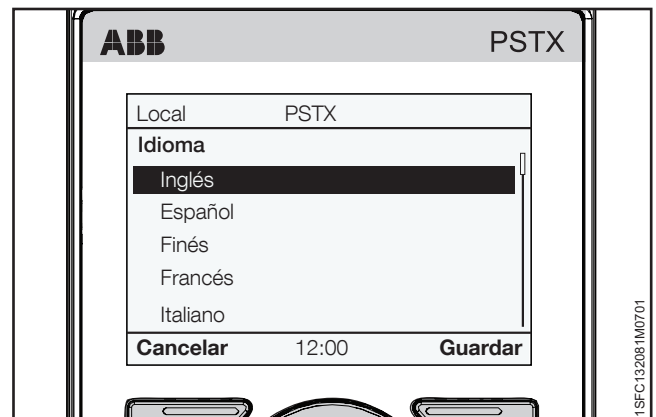

Figura 6.30
5. Utilice y para seleccionar el idioma. Consulte la **Figura 6.30**.